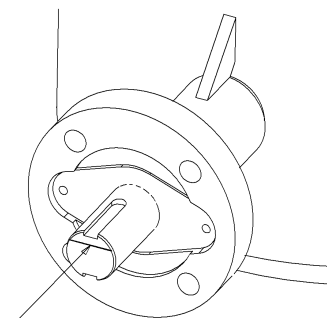

Рис. 7: Маркировочный паз.
- При помощи штурвала ручного редуктора установите затвор в закрытое положение так, чтобы диск находился соосно с уплотнением. Правильное положение диска контролируется измерением расстояния X от фланца затвора до поверхности диска. (Рис. 6). Расстояние должно быть одинаковым на обеих кромках диска. Приблизительное положение диска можно определить по маркировочному пазу на торце штока. (Рис. 7). Диск расположен в одном направлении с маркировочным пазом.